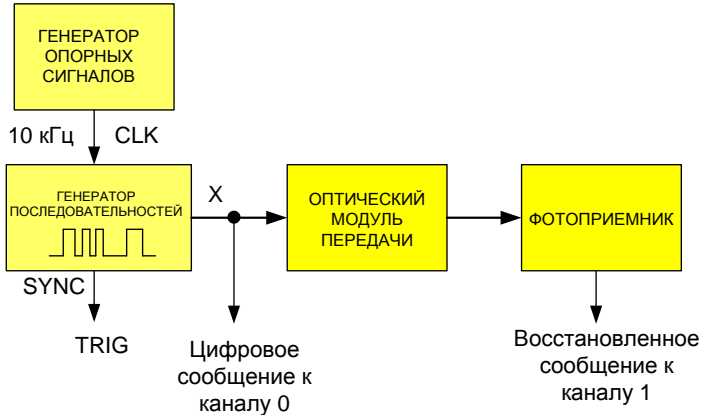

Рис.8. Структурная схема оптического модуля передачи при передаче цифрового сообщения
39. Для выполнения дальнейших исследований, используется структурная схема рис.8.